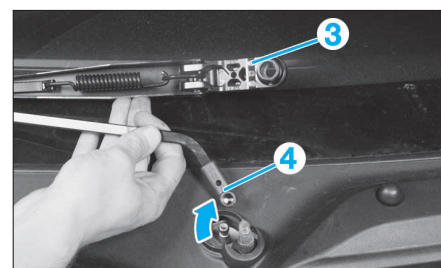

FIG. 23
- Extraire la partie (3) du bras d'essuie-vitre, puis en faisant levier, déposer la partie (4) (Fig.23) du bras.